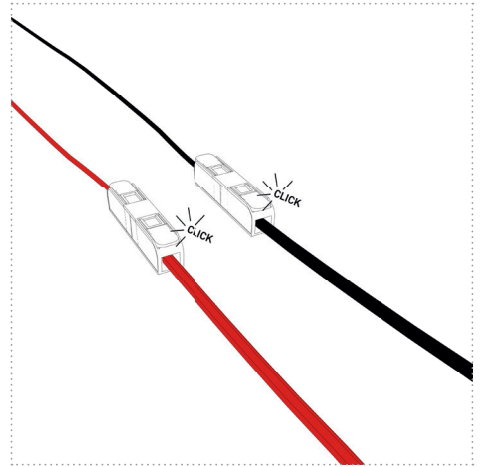

Abbildung: 19
3. Schließen Sie nun die bordseitigen Kabel an den Verbindungsklemmen des Anschlusskabels an (*Abbildung 19*). Beachten Sie hierbei, dass es sich beim roten Kabel um den Pluspol (+), beim schwarzen Kabel um den Minuspol (-) handelt.